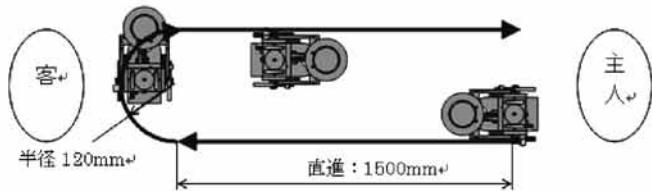
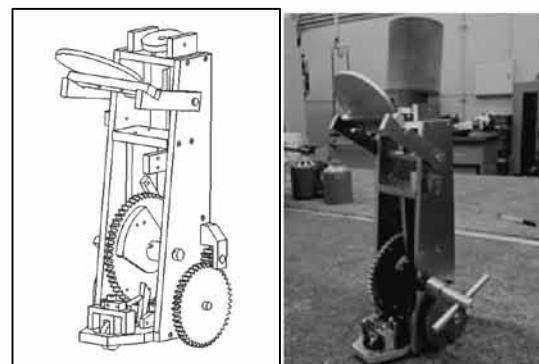

図2 茶運び人形の動作範囲
図3 総合製作で製作した茶運び人形
- ①主人がゼンマイを巻き、客に向けて人形を置く。
- ②茶碗をお盆に置くと客に向かい動きだす。
- ③客が茶碗を取ると停止しする。
- ④客が茶碗を置くと180度旋回し主人の下へ戻る。
- なお。主人と客との距離はオリジナルとほぼ同じ1500mmとした。(図2、図3)